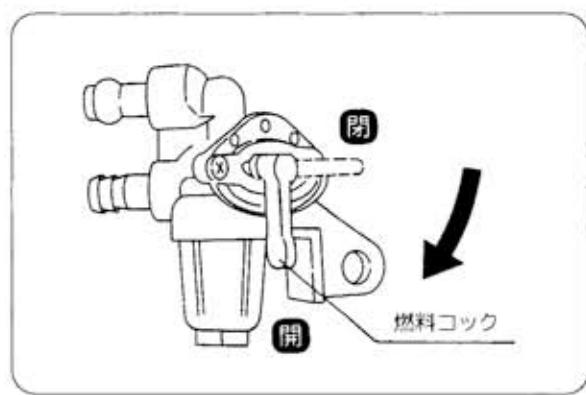

図41
- ④カバーをかけ、湿気やホコリの少ない場所に置いてください。
■燃料の抜取り(図41)